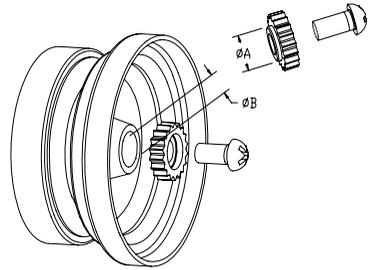

图 2
2) 将凸台  $\Phi A$  与上轮的内孔  $\Phi B$  配合并拧紧螺丝(如图 2)。